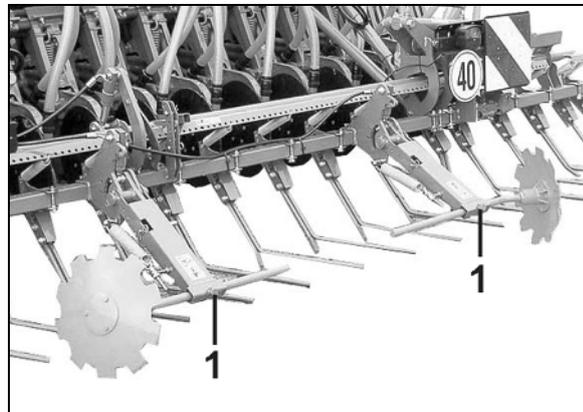

Fig. 102
5. Desserrez les vis (Fig. 102 / 1).
8. Resserrez bien les vis (Fig. 102 / 1).